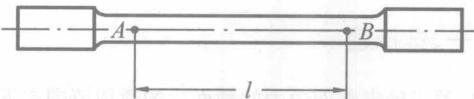

图 1-4
1.4 如图 1-4 所示, 拉伸试样上 A, B 两点距离 l 称为标距。受拉力作用后, 用变形仪量出两点距离增量 $\Delta l = 5 \times 10^{-2}$ mm。若 l 的原长 $l = 100$ mm, 试求 A 与 B 两点的平均应变 ϵ_m 。